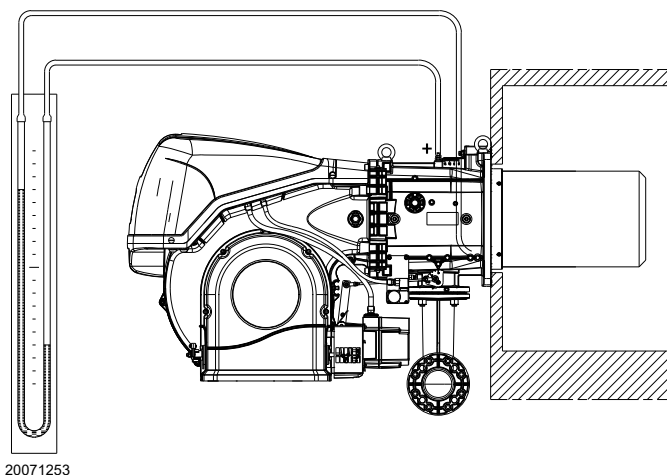

Fig. 24
- Monter un manomètre en U ou un manomètre de type différentiel (Fig. 24), avec la prise (+) sur la pression de gaz du manchon et (-) dans la chambre de combustion. Il sert à mesurer approximativement la puissance MAX. du brûleur, à l'aide du Tab. H.
L'arrivée de gaz au manchon est mise en évidence sur le manomètre en U (Fig. 24).
À titre d'orientation, on peut l'obtenir dans le Tab. H à la page 24, il suffit de lire la pression gaz sur le manomètre en U, voir Fig. 24 à la page 26, et suivre les indications.